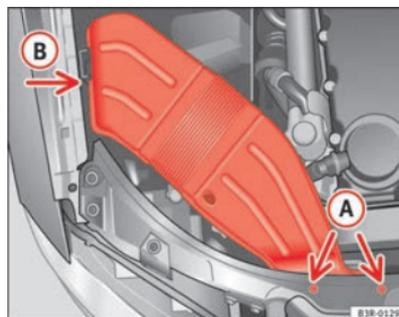

Abb. 216 Luftführungshutze an rechter Fahrzeugseite
- Drehen Sie die Schrauben **A** ⇒ Abb. 216 heraus.